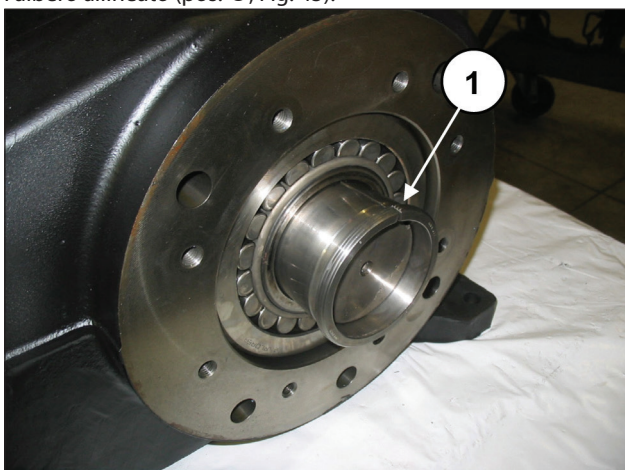

Fig. 45
Inserire manualmente la bussola di pressione per mantenere l'albero allineato (pos. ①, Fig. 45).